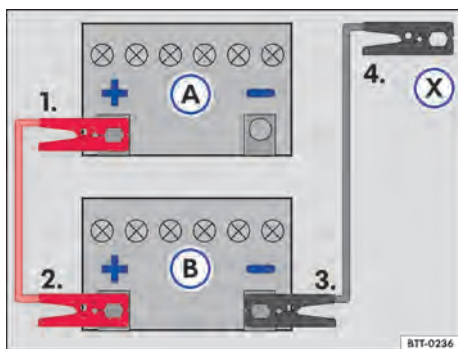

Fig. 166 Esquema para a conexão dos cabos auxiliares de partida: bateria do veículo descarregada (A) e bateria do veículo fornecedora de corrente (B).
Legenda para → Fig. 166:
- Conectar uma extremidade do cabo auxiliar de partida *vermelho* ao polo positivo → Fig. 166 (+) do veículo com a bateria do veículo descarregada (A) → ⚠️.
- Conectar a outra extremidade do cabo auxiliar de partida *vermelho* ao polo positivo (+) da bateria do veículo fornecedora de corrente (B).
- Conectar uma extremidade do cabo auxiliar de partida *preto* ao polo negativo (-) da bateria do veículo fornecedora de corrente (B).
- Conectar a outra extremidade do cabo auxiliar de partida *preto* (X) no veículo com a bateria do veículo descarregada em uma peça maciça de metal aparafusada firmemente ao bloco do motor ou no próprio bloco do motor - porém não nas proximidades da bateria (A) → ⚠️.